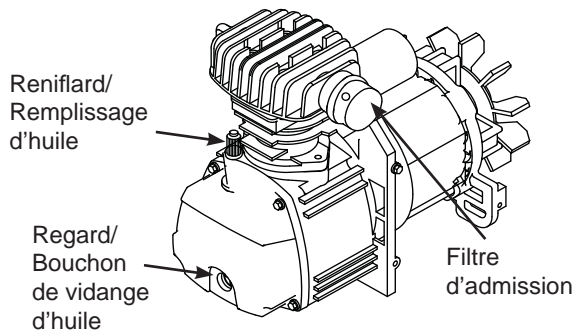

Figure 2
Référez à la figure 2
1. Si la fiche du cordon électrique de l'unité ne vous est pas familière ou ne s'adapte pas à votre prise, la figure 2 vous aidera à en comprendre la raison en illustrant les différentes prises et les tensions avec lesquelles elles sont utilisées.